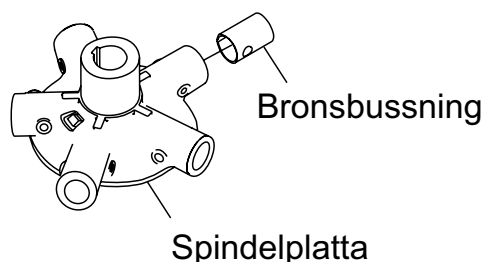

Bild 41. Bronsbussningar
5. Undersök glättararmens bussning (bild 41), och rengör vid behov. Byt bussning om den är deformerad eller sliten.